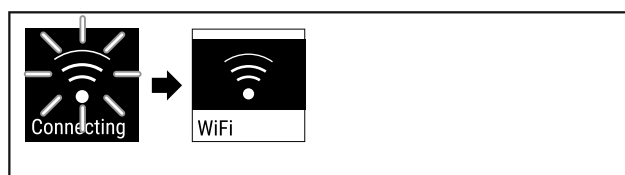

Fig. 85
- ▶ Verbindung wird hergestellt (siehe Fig. 85).